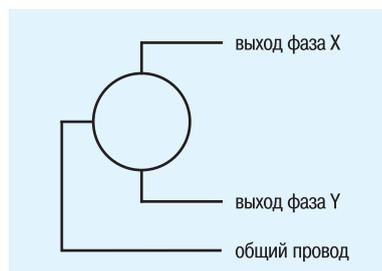

Рис. 9. Дифференциальный источник сигнала
*Дифференциальный (двухфазный) источник* (рис. 9) всегда содержит в себе два противофазных источника сигнала. Всего у этого источника три выходных провода – две симметричных фазы и один общий. Дифференциальными могут быть не только выходы напряжения, но и выходы тока, а также выходы заряда. Информационная (дифференциальная, противофазная) составляющая дифференциального выхода всегда приложена между симметричными фазами, а помеховая (синфазная) составляющая оказывается одинаково (синфазно) приложена к обоим выходам фаз относительно общего провода. Перечислим параметры дифференциального выхода, важные с позиции электросовместимости с внешними устройствами: